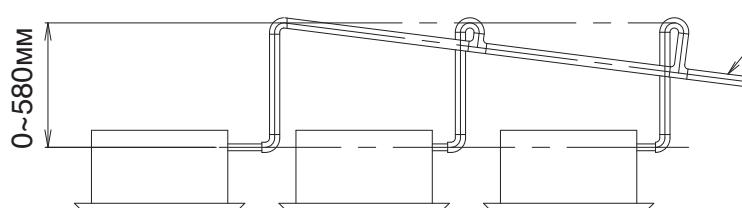

Рис. 14
- В случае централизованного дренажного трубопровода, трубы следует прокладывать в соответствии с процедурой, изображенной на Рис. 14 ниже.